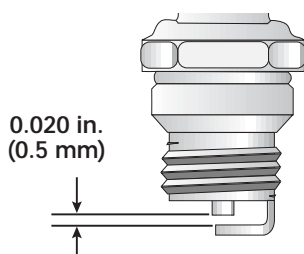

Fig. 34
3. Remplacez toute bougie fendillée, encrassée ou sale. Réglez l'écartement à **0,5 mm (0,020 po)** à l'aide d'une jauge d'épaisseur (Fig. 34).